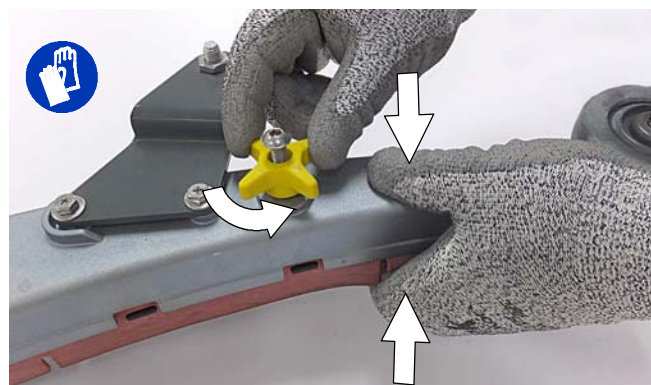

ABB. 86
2. Lösen Sie die zwei äußeren Knöpfe an der Abstreifleisten-Einheit. Dadurch wird die gefederte Gummihalterung vom Abstreifleistenrahmen getrennt (Abbildung 86). Um die Knöpfe schnell zu lösen, drücken Sie die Gummihalterung und den Abstreifleistenrahmen zusammen.